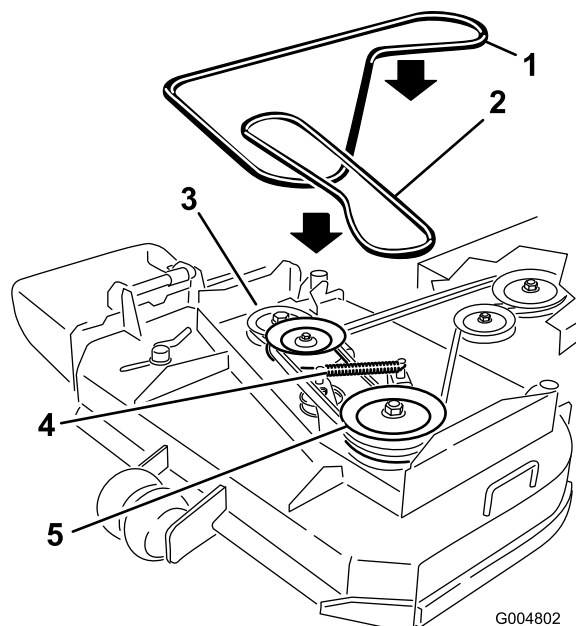

Figura 44
6. Desconecte el muelle del brazo tensor para aliviar la tensión de dicho brazo y de la polea tensora; retire la correa del cortacésped desgastada (Figura 44).
7. Instale la nueva correa del cortacésped alrededor de las dos poleas de eje exteriores, la polea tensora y en la ranura inferior de la polea de eje doble (Figura 44).
8. Conecte el muelle al brazo tensor (Figura 44).
10. Ajuste la guía a una distancia de 3 mm de la correa (Figura 44).